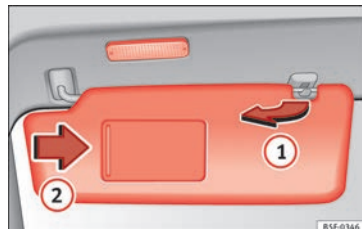

Fig. 146 Pare-soleil.
- Le pare-soleil peut être retiré du support et rabattu contre la porte » **fig. 146 ①**.